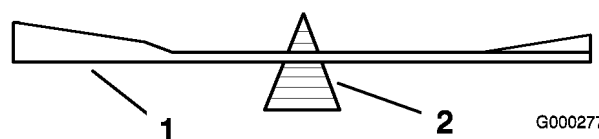
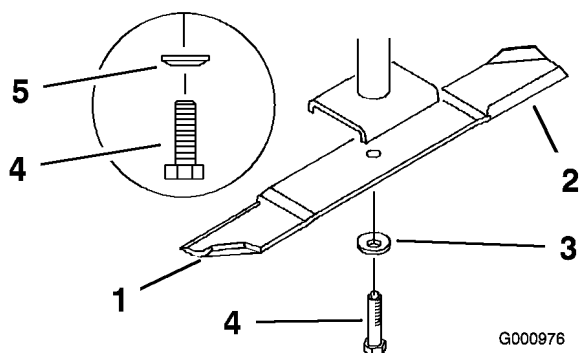

Figura 64
Figura 65
2. Retire del eje el perno de la cuchilla, la arandela de muelle y la cuchilla (Figura 65).
2. Verifique el equilibrio de la cuchilla colocándola sobre un equilibrador de cuchillas (Figura 64). Si la cuchilla se mantiene horizontal, está equilibrada y puede utilizarse. Si la cuchilla no está equilibrada, rebaje algo el metal en la parte de la vela solamente (Figura 65). Repita este procedimiento hasta que la cuchilla esté equilibrada.
1. Instale la cuchilla en el eje (Figura 65).
debe estar orientado hacia la cabeza del perno (Figura 65).